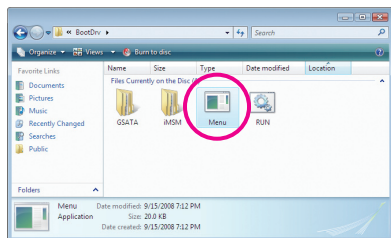
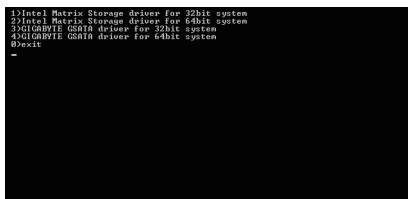

図 3
図 4
- 2: 光学ドライブフォルダから、BootDrv フォルダの Menu.exe ファイルをダブルクリックします (図 3)。図 4 のようなコマンドプロンプトウィンドウが開きます。
- 3: 空のフォーマット済みディスクを挿入します。メニューから対応する文字を押すことでコントローラドライバを選択し、<Enter> を押します。例えば、図 4 でメニューから、